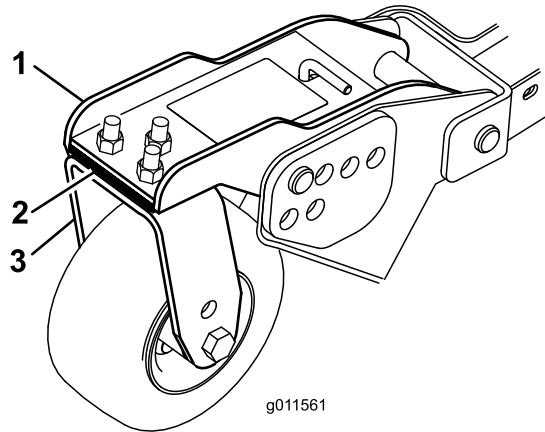

Bild 111
1. Entfernen Sie die Kopfschrauben und Muttern, mit denen der Laufradarm an der Laufradgabel befestigt ist (Bild 111).